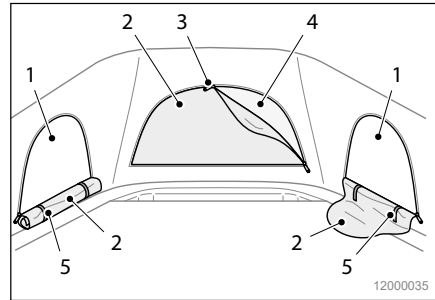

Abb. 13 Fenster und Moskitonetz
Bei angehobenem Dachbett sind alle Verdunklungen zugänglich. An den beiden Seiten ist unter der Verdunklung ein Fenster (Abb. 13/1) angebracht.
An der Frontseite verbirgt sich unter der Verdunklung ein Moskitonetz (Abb. 13/4).
1. Öffnen Sie die Verdunklungen an den Reißverschlüssen (Abb. 13/3).
2. Rafften Sie den Stoffball (Abb. 13/2) der Verdunklungen zusammen und befestigen Sie den Stoffball mit den Klettbandern (Abb. 13/5).
1. Öffnen Sie das Moskitonetz (Abb. 13/4) an den Reißverschlüssen.